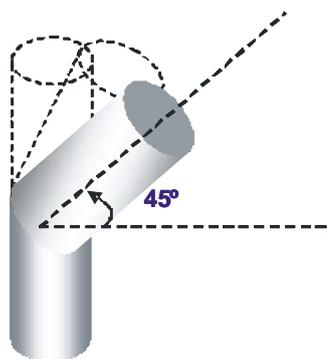

Fig. 2 – Inclinação correcta para as curvas
- * Nas condições nominais de operação, a tiragem dos gases de combustão deve originar uma depressão de 12 Pa um metro acima do gargalo da chaminé. Para conseguir uma boa instalação deverão ser aplicados, verticalmente, pelo menos 2 metros de tubo metálico de chaminé com o mesmo diâmetro da saída de fumos da salamandra. No seguimento desse troço é admissível a utilização de elementos de tubagem com a inclinação máxima de 45°; As Fig. 2 e 3 mostram a inclinação correcta e incorrecta no caso de necessitar instalar uma curva, respectivamente.